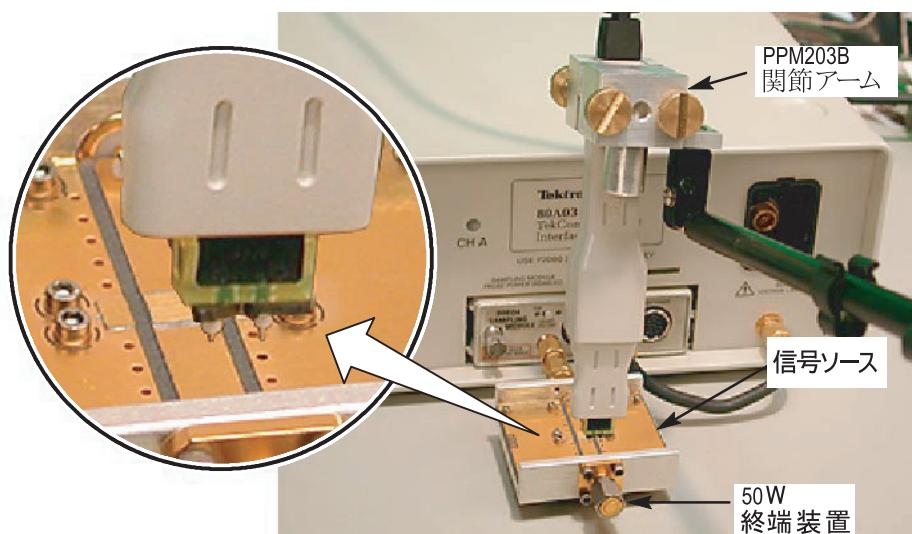

図 16：PPM203B 関節アームとハンドヘルド・アダプタ
3. ハンドヘルド・アダプタを使用して校正アダプタをプロービングします（図 16 を参照）。